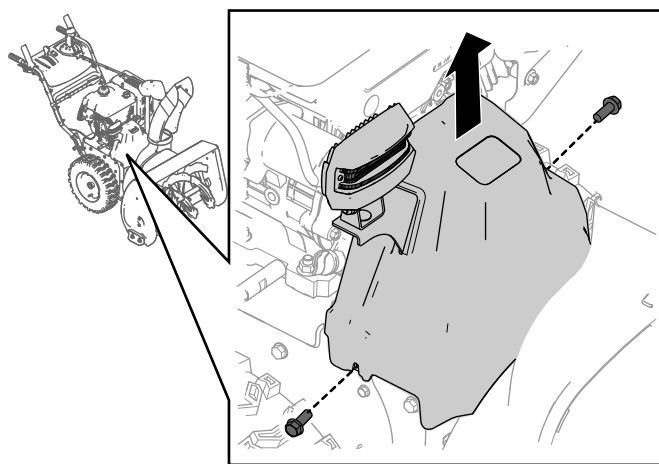

Рисунок 34
1. Отверните 2 винта крепления крышки ремня (**Рисунок 34**) на месте.
2. Снимите крышку ремня (**Рисунок 34**).